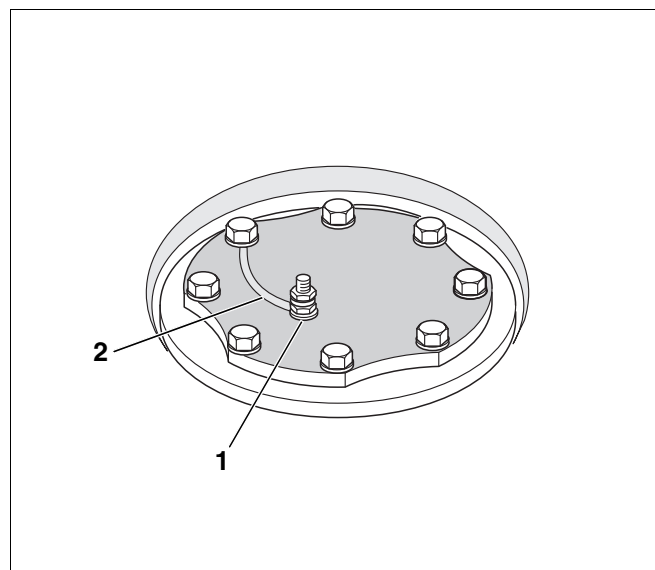

Рис.12 Монтаж магниевого анода (схематичное изображение)
- ▶ Уложите кольцевой наконечник заземляющего провода и заверните болты (рис. 12).